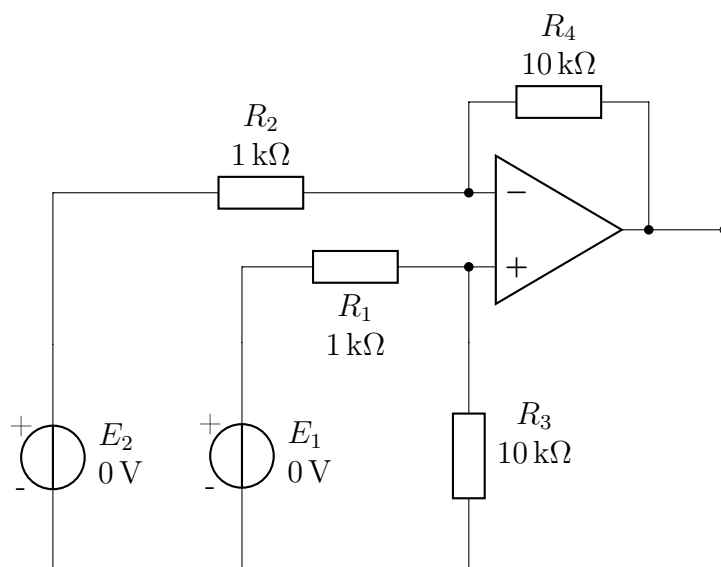

Рис. 4: схема включения операционного усилителя
На рис. 4 приведена схема дифференциального (разностного) усилителя на ОУ.
1. Загрузить программу **tina** и создать в ней схему дифференциального усилителя. Схема усилителя приведена на рис.4.